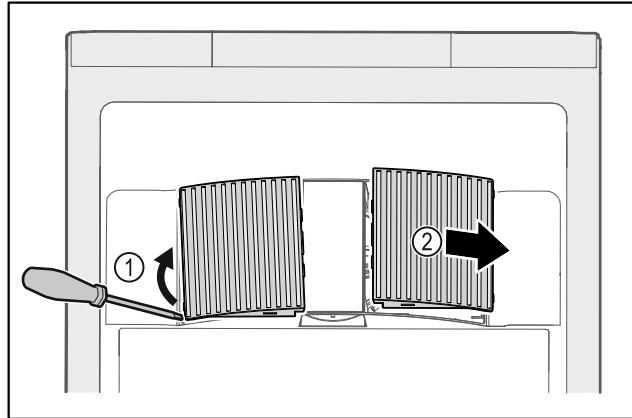

Fig. 234
- Кожух вентилятора обережно підважити зі сторони Fig. 234 (1) і витягнути рухом вперед Fig. 234 (2).